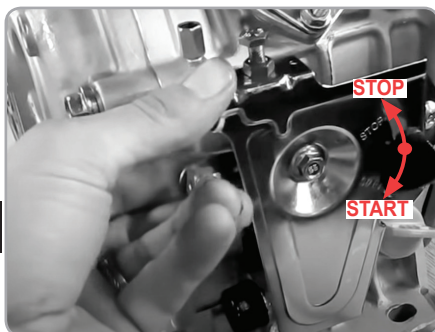

Fig.15
- Deplasați maneta de control accelerație pe poziția PORNIT (fig.15);